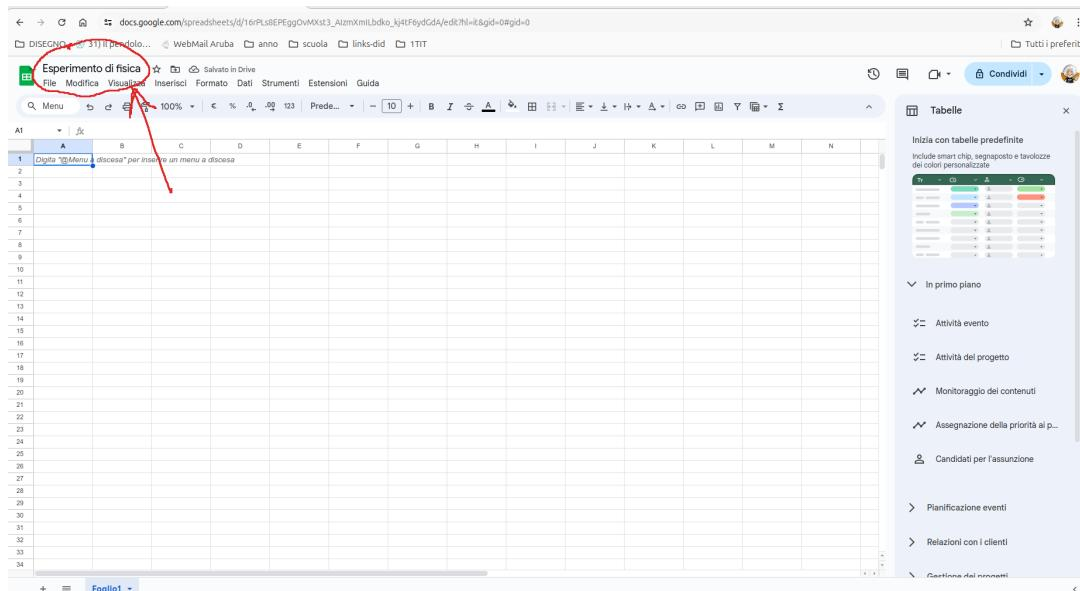

Figura 3.17 – Rinomina il documento in Google Sheets
2. Rinomina il foglio in modo appropriato, ad esempio, *Esperimento di Fisica* (figura 3.17).